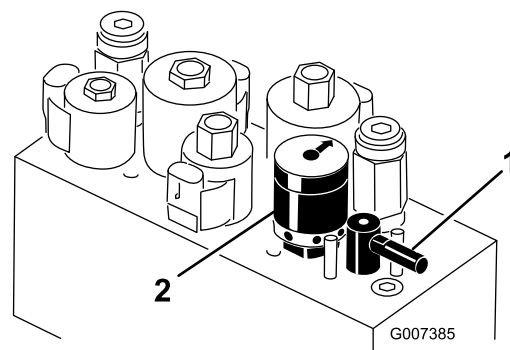

Figure 59
5. Tournez le levier de rodage à la position « R » (Figure 59).
6. Tournez la commande de vitesse des cylindres à la position 1 (Figure 59).